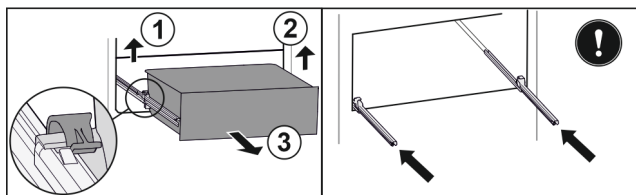

Fig. 153
- ▶ Nadvihnite ľavú svorku a súčasne ťahajte zásuvku vľavo dopredu. Fig. 153 (1)
- ▶ Nadvihnite pravú svorku a súčasne ťahajte zásuvku vpravo dopredu. Fig. 153 (2)
- ▶ Odoberte zásuvku dopredu. Fig. 153 (3)